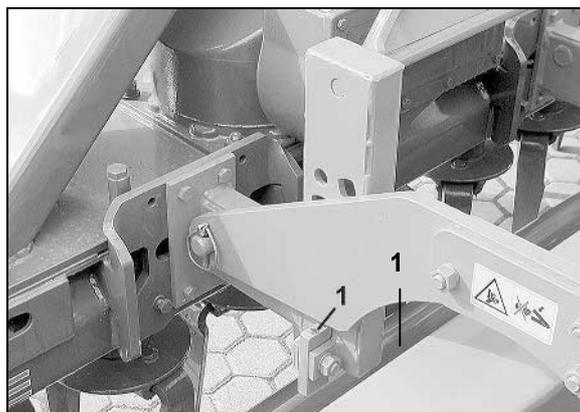

Fig. 54
- Réglez les butées (Fig. 54/1) de façon à ce que le semoir puisse être aisément attelé.